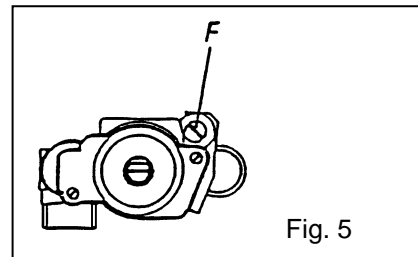

Fig. 5
5.3 Regulación de la capacidad reducida (Fig. 5)